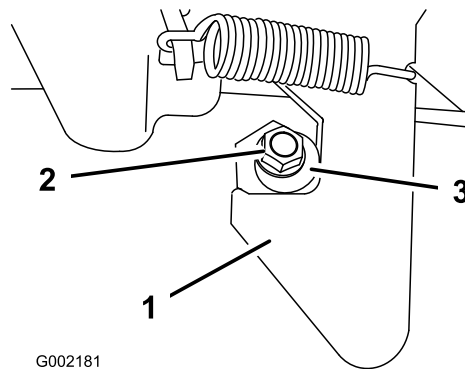

Figura 25
1. Desaperte a porca no perno do trinco (Figura 25).
2. Rode o perno no sentido dos ponteiros do relógio até ficar encostado ao trinco, depois, aperte a porca (Figura 25).